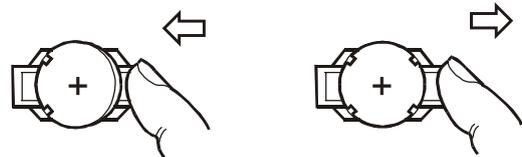

Figure 6
9. Suivre les instructions de la figure 6 et enlever la vieille batterie, remplacer la par une neuve d'un type identique.